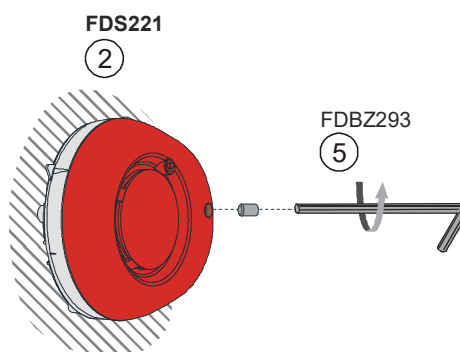

Fig. 2
3. If necessary, mount the locking device FDBZ293 in the alarm sounder (Fig. 2).
3. Montieren Sie nötigenfalls die Melderarretierung FDBZ293 in den Alarmtongeber (Fig. 2).
3. Si nécessaire, montez le verrou de détecteur FDBZ293 dans le diffuseur sonore (fig. 2).
3. En caso necesario, monte el dispositivo de bloqueo del detector FDBZ293 en la sirena de alarma (Fig. 2).
3. All'occorrenza, montare il dispositivo di bloccaggio rivelatore FDBZ293 all'interno della sirena d'allarme (Fig. 2).